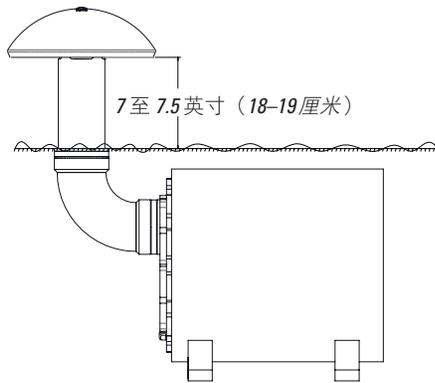

图 15
5. 将 L12XC 扬声器插入孔中。根据需要调整砾石标高，以使孔外罩达到地面以上的理想高度。从地面到发动机罩底部孔应突出大约 19 厘米（7.5 英寸），如图 15 所示。